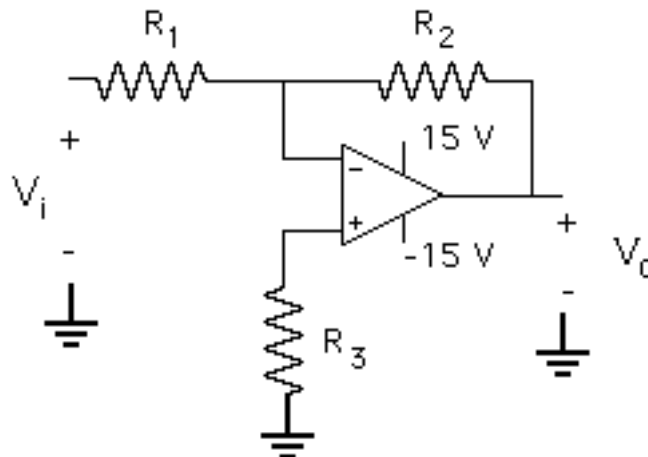

Figura 8.1.- Amplificador inversor
- 1.- Deduzca la expresión del voltaje de salida para el amplificador inversor cuyo circuito se muestra en la Figura 8.1, considerando que el amplificador operacional es ideal, utilizando los valores indicados por su profesor y alimentándolo con fuentes de $\pm 15V$.
- 5.- Realice el análisis AC SWEEP en SPICE del circuito de la figura 8.1 para graficar el voltaje V_o en función de la frecuencia dentro del rango de frecuencias de 10 Hz a 1 MHz, considerando que la señal de entrada tiene una amplitud de 1V. Averigüe por qué disminuye la ganancia del amplificador para frecuencias altas (Definición de ancho de banda).